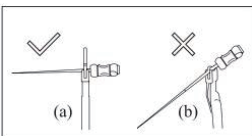

图 22
d) 请按照图 22 (a) 所示夹住根管锉，如果像图 22 (b) 夹住根管锉，会因用力不当而不能正确的测定根管的操作长度，且根管锉的前端容易磨损。